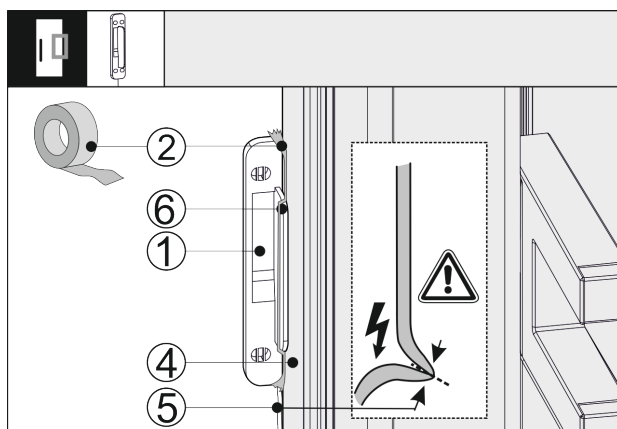

Fig. 42
- Nasadte snímač klopania Fig. 42 (1) z boku na dvere zariadenia Fig. 42 (4) tak, aby doraz Fig. 42 (6) priliehal k dverám zariadenia Fig. 42 (4). Kábel snímača Fig. 42 (5) je zľahka napnutý a tiež prilieha k dverám zariadenia Fig. 42 (4).
- Zafixujte snímač klopania Fig. 42 (1) pomocou lepiacej pásky Fig. 42 (2). Snímač klopania sa neskôr zoskrutkuje s prednou časťou nábytku.